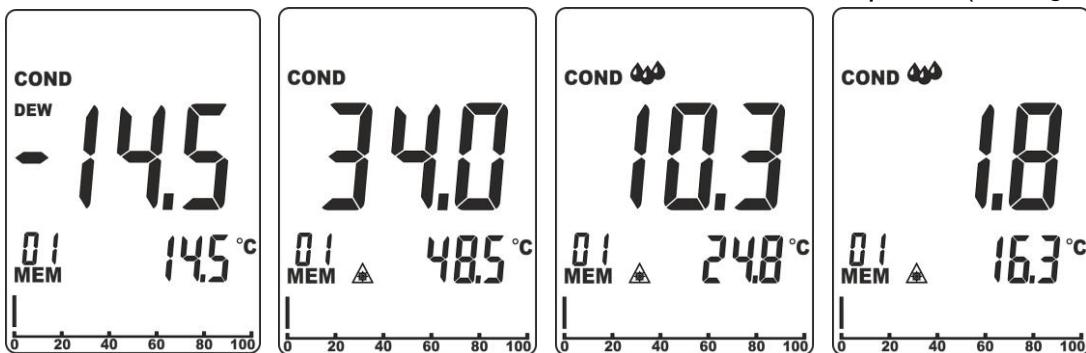

Abb. 11: Messung der Temperaturdifferenz von Oberflächen
3. Drücken Sie die Tasten **RH%** und **MOI** gleichzeitig, um in den Modus Kondensation einzutreten. Das Gerät zeigt den vom eingebauten Sensor gemessenen Temperaturwert des Taupunktes im sekundären Display an, die Angaben "COND" und "DEW" erscheinen im Display (siehe Abb. 11 – erste Bildschirmseite). Das Hauptdisplay zeigt immer die Differenz zwischen dem IRT Temperaturwert und der Temperatur des Taupunktes.
- Wenn die IRT Temperatur **um mehr als 14°C (25°F) höher** als die Temperatur des Taupunktes → ist, erscheint die Temperaturdifferenz (IRT-DP) im Hauptdisplay ohne weitere Angaben (siehe Abb. 11 – zweite Bildschirmseite).
- Wenn die IRT Temperatur **um 3°C÷14°C (5°F÷25°F) höher** als die Temperatur des Taupunktes → ist, erscheint die Temperaturdifferenz (IRT-DP) im Hauptdisplay, die Angabe "⚠" erscheint im Display und das Gerät gibt einen Ton ab, um den Benutzer vor einer Gefahr von Kondensation in der Umgebung zu warnen (siehe Abb. 11 – dritte Bildschirmseite).
- Wenn die IRT Temperatur **um weniger als 3°C (5°F) höher** als die Temperatur des Taupunktes → ist, erscheint die Temperaturdifferenz (IRT-DP) im Hauptdisplay, die Angabe "⚠" erscheint im Display und das Gerät gibt einen doppelten Ton ab, um den Benutzer vor einer großen Gefahr von Kondensation in der Umgebung zu warnen (siehe Abb. 11 – vierte Bildschirmseite).